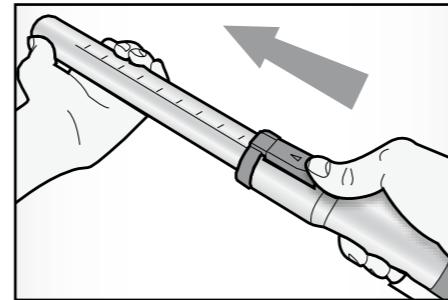

Fig. 4
- Spingere il dispositivo di scorrimento (18) in avanti e tirare fuori la parte inferiore del tubo fino alla lunghezza desiderata (Fig. 4). Poi, semplicemente, rilasciare la presa e il dispositivo tornerà al suo posto.